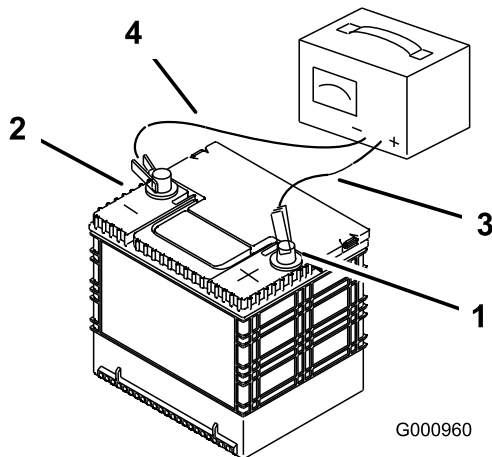

Figura 29
2. Quando a bateria estiver totalmente carregada, desligue o carregador da tomada elétrica e desconecte os cabos do carregador dos terminais da bateria (Figura 29).